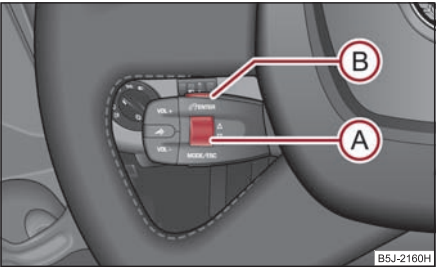

Fig. 134 Modul multi-funcțional: Tastele de comandă
- Prin apăsarea scurtă a randalinei (A) ⇒ fig. 134 puteți răsfoi în memoria telefonului în căutarea numelor, resp. a meniurilor.
- Prin rotirea rapidă a randalinei (A) în jos sau în sus puteți răsfoi memoria telefonului de la A la Z, resp. de la Z la A.
- Prin apăsare îndelungă pe tasta (B) sus, intrați cu un domeniu mai sus în meniul de pe display.
- Prin apăsare scurtă pe tasta (B) meniul selectat se afișează.